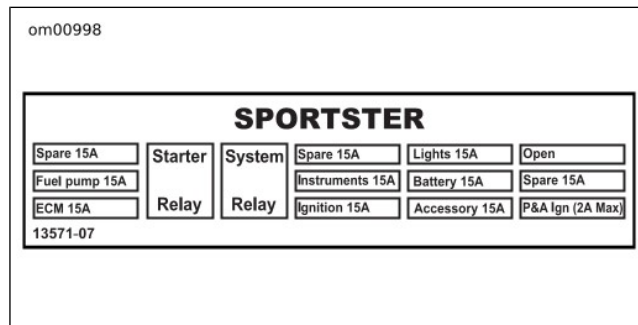

Figure 52. Étiquette relative au bloc fusibles : modèles Sportster 2007
7. Rechercher et remplacer tout fusible du bloc de fusibles/relais possédant un élément brûlé ou cassé. Voir la Figure 51, la Figure 52 et le Tableau 32 pour identifier le fusible qui protège un circuit inopérant.